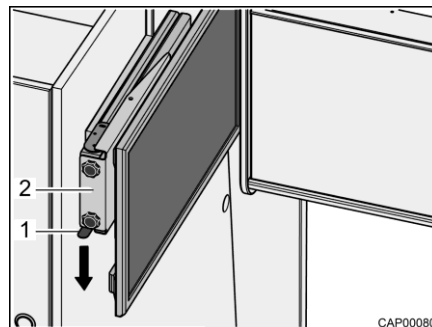

Bild 81 Utdrag med platt bildskärm
- Tryck låsfjäders (Bild 81,1) nedåt och dra ut utdraget (Bild 81,2) med den platta bildskärmen vågrätt i riktning mot fordonets mitt.
- Skjut in utdraget (Bild 81,2) med den platta bildskärmen vågrätt fram till anslaget. Låsfjädersn (Bild 81,1) hakar fast hörbart.